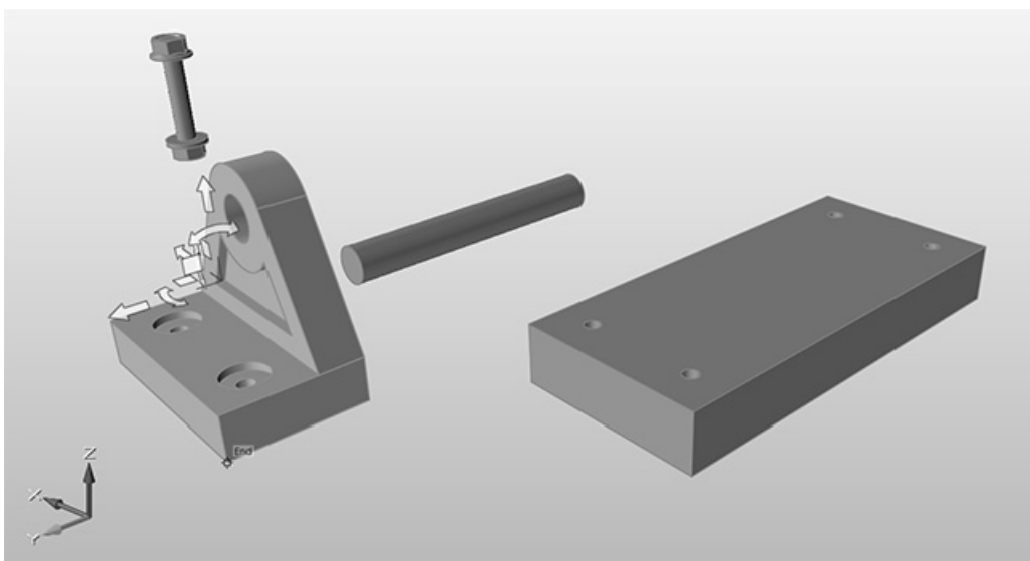

图 3-8
4) 将鼠标悬停在托架底部的前角上, 此时出现末端捕捉点, 如图 3-8 所示。